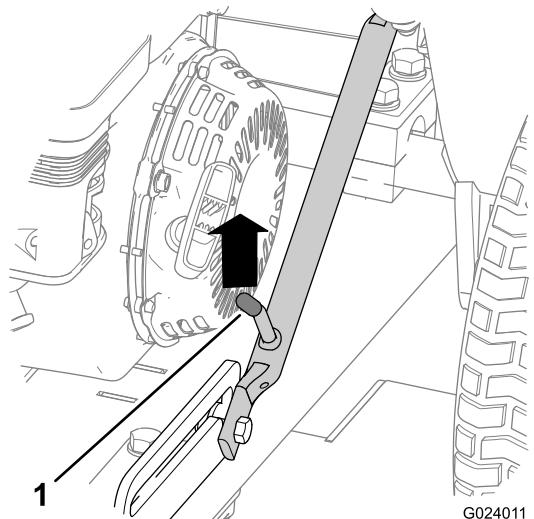
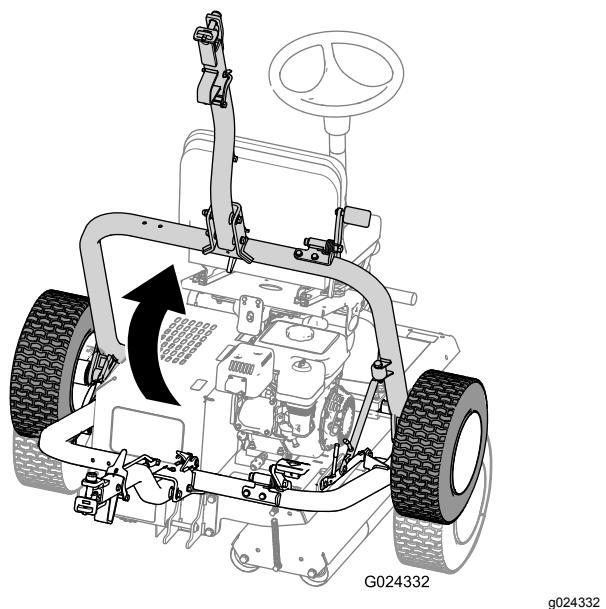

图25
图29
- A. 向上推动挂钩组件直至闩锁杆从滑块锁销中松开 图25。
D. 提起挂钩 (图29)、直到闩锁杆锁入滑块锁销 (图25)。